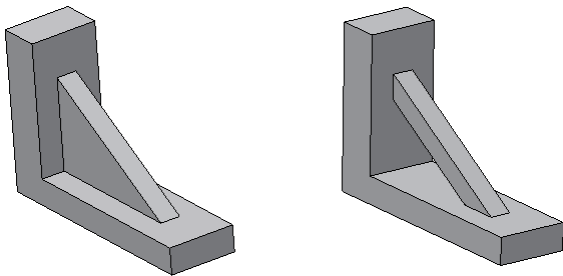

图 3-58 加强筋
加强筋的创建过程比较简单，如果要创建图 3-58 所示的加强筋，绘制步骤如下：
(6) 可指定加强筋的厚度, 还可指定其厚度的方向, 可在截面轮廓的任一侧应用厚度 , 或在截面轮廓的两侧同等延伸 .
(7) 加强筋终止方式有两种, 即【到表面或平面】选项  和【有限的】选项 。选择【到表面或平面】选项, 则加强筋终止于下一个面; 选择【有限的】选项, 则需要设置终止加强筋的距离, 这时可在下面的文本框中输入一个数值。
(8) 如果加强筋的截面轮廓的结尾处不与零件完全相交, 会显示【延伸截面轮廓】选项, 选中的话则截面轮廓会自动延伸到与零件相交的位置。在两种不同方式下生成的特征如图 3-58 所示。
(9) 单击【确定】按钮完成加强筋的创作。